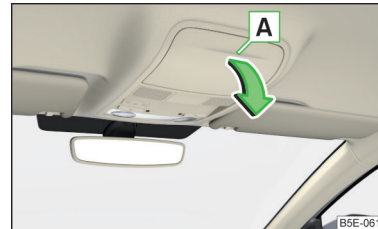

Abb. 103
- › Zum **Öffnen** auf den Deckel des Brillenfachs im Bereich drücken. Das Fach klappt in Pfeilrichtung » Abb. 103.